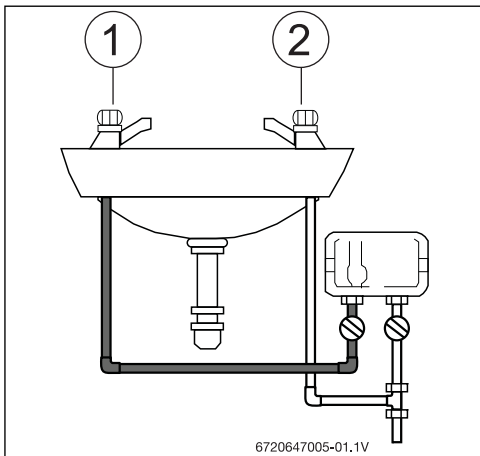
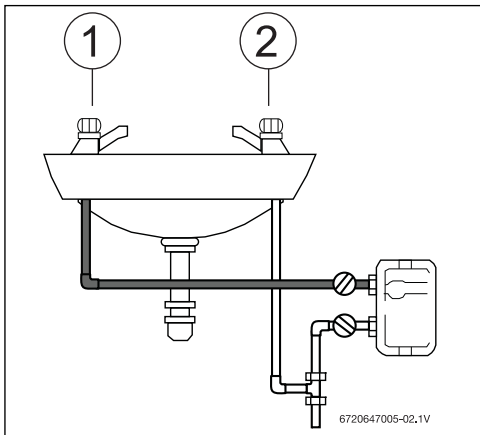
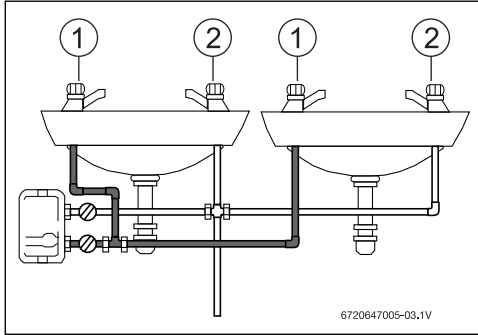

Fig. 6 Exemples d'installations (vue frontale)
Fig. 7 Exemples d'installations (vue frontale)
Fig. 8 Exemples d'installations (vue frontale)
- ▶ Le dispositif de chauffage doit être fixé au mur et positionné avec les raccords d'eau situés en bas ou sur le côté droit de l'unité voir Fig. 6. En aucun cas, le chauffe-eau doit être monté différemment.
- ▶ Le montage doit être identique à celui indiqué Fig. 6, Fig. 7 et Fig. 8 avec les raccords d'alimentation en eau en bas ou à droite de l'unité. La conduite d'eau chaude doit être le plus court possible en vue d'économiser l'énergie.